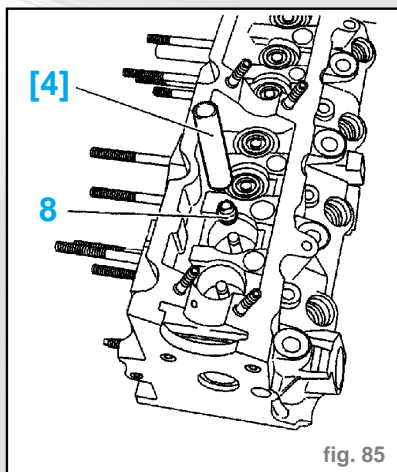

fig. 85
- Les joints de queue de soupapes (8) à l'aide de l'outil [4] (-).0132-W (fig. 85)